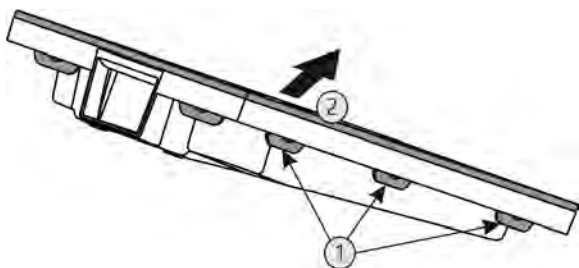

Fig. 69
- ▶ Последовательно нажать на все наклейки Fig. 69 (1) и снять крышку Fig. 69 (2).